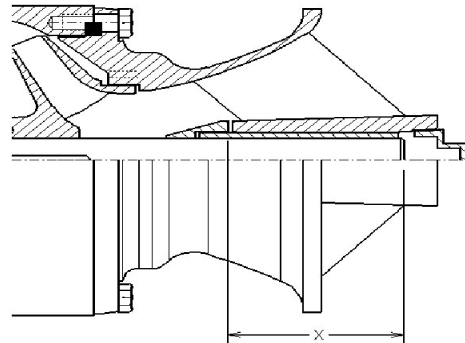

Figura 10
2. Si el retenedor de arena no está ensamblado a la flecha, instale el retenedor de arena. El retenedor de arena está sujeto a la flecha con un ajuste de apriete. El diámetro mayor del retenedor de arena va hacia el rodamiento de la campana de succión. Caliente el retenedor de arena hasta que resbale sobre la flecha y colóquelo en posición rápidamente para que el fondo del retenedor de arena es colocado de acuerdo a las dimensiones "X", antes de que se enfríe. Vea Figura 10. Vea Tabla 1 para las dimensiones "X". Deslice la flecha de la bomba dentro del rodamiento de la campana de